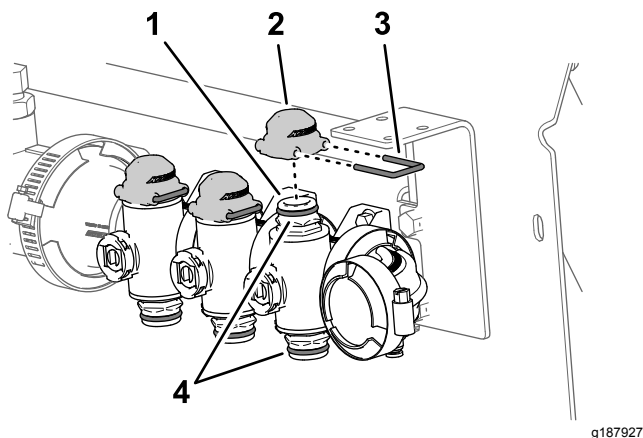

Figure 50
5. Lubrifiez les joints toriques supérieur et inférieur du raccord rapide de la vanne de collecteur avec la graisse fournie avec le chapeau du raccord rapide (Figure 50).
- Assemblez les 3 chapeaux sur les 3 raccords rapides des soupapes de collecteur (Figure 50).
- Fixez les 3 chapeaux sur les 3 raccords rapides à l'aide des 3 étriers (Figure 50).